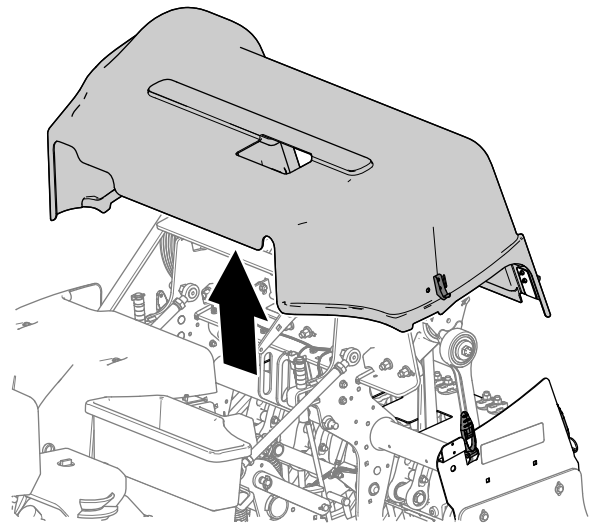

Figura 140
5. Retire la cubierta del cabezal de perforación de la máquina (Figura 140).